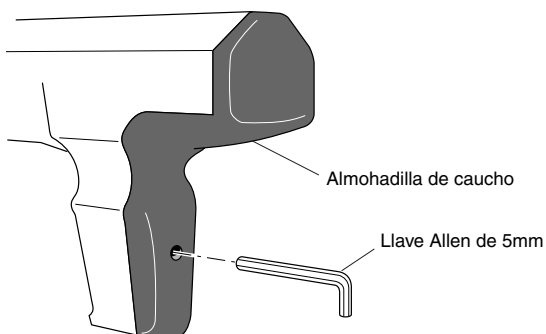

Figura 5 - Retiro de la almohadilla de caucho
1. Deslice la parte superior de la almohadilla de caucho por encima del tapón y atrás del cuerpo de la herramienta (vea la Figura 5, página 47).